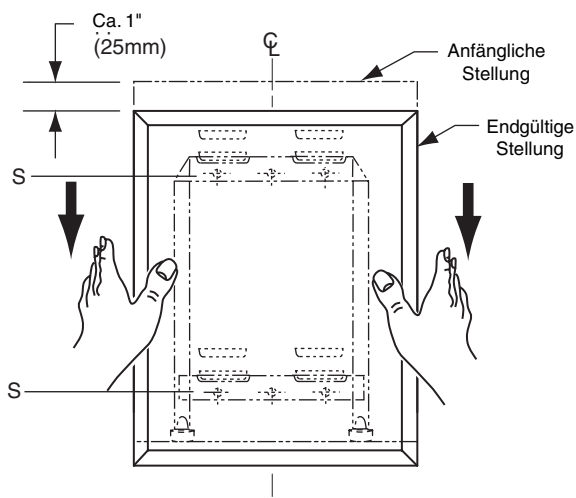

Abbildung: 3
**Schnappverschlussdesign** — Sperrvorrichtungen sichern den Spiegel automatisch an einer verdeckten Wandaufhängung, wenn er in die endgültige Anbringungsstellung abgesenkt wird. Die Sperrvorrichtungen können mithilfe von zwei Flachsraubendrehern, die unten an beiden Seiten des Spiegels (am unteren Rand oder darunter) eingedrückt werden, und durch Ziehen des Spiegels nach vorne und dann nach oben abgenommen werden (siehe Abbildung 3).